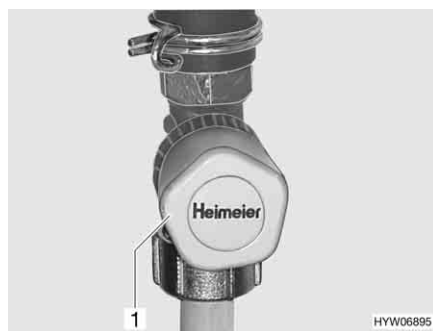
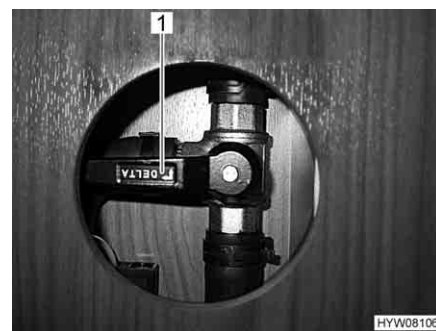

Fig. 124 Rubinetto con funzione regolatore
Fig. 125 Rubinetto senza funzione regolatore
Più il rubinetto (Fig. 124,1) viene aperto, maggiore è la prestazione del riscaldamento.
Tramite la leva (Fig. 125,1) la portata viene sbloccata o bloccata.
- Ruotare il regolatore (Fig. 124,1) in senso antiorario o ruotare la leva (Fig. 125,1) in senso orario.
- Ruotare il regolatore (Fig. 124,1) in senso orario o ruotare la leva (Fig. 125,1) in senso antiorario.